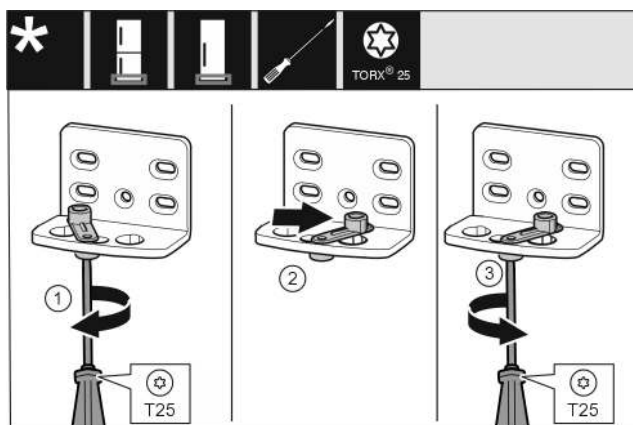

Fig. 14
- Открутите винт отверткой T25. Fig. 14 (1)
- Приподнимите фиксатор двери и поверните в отверстия на 90° направо. Fig. 14 (2)
- Затяните винт отверткой T25. Fig. 14 (3)